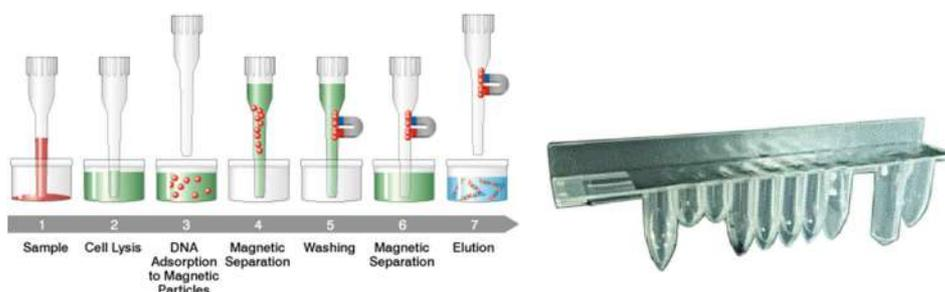

Figura 1.3: Principio di estrazione degli acidi nucleici e cartuccia di estrazione ELITE InGenius SP 200
- Il set di reagenti è stato ottimizzato per l'isolamento di acidi nucleici da campioni di 200  $\mu$ L (Figura 1.3: ELITE InGenius – SP200 Cartuccia e principio di estrazione).